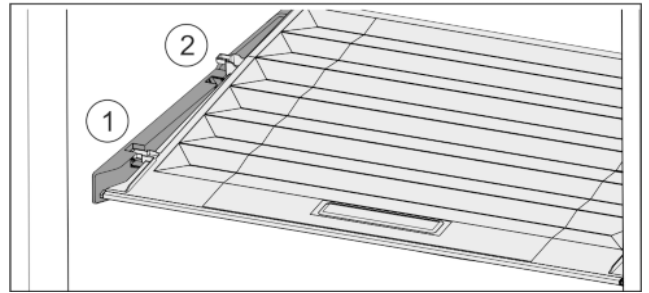

Fig. 29
- Trageți capacul în față Fig. 29 (1) până la orificiul din piesele suportului.
- Ridicați în spate de jos și scoateți Fig. 29 (2) în sus.